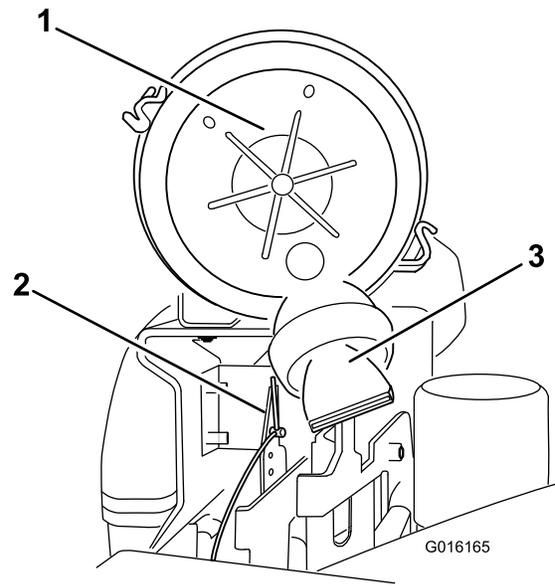

Figura 47
4. Coloque la tapa del limpiador de aire de manera que la válvula de alivio no interfiera con el mecanismo del acelerador (Figura 47).